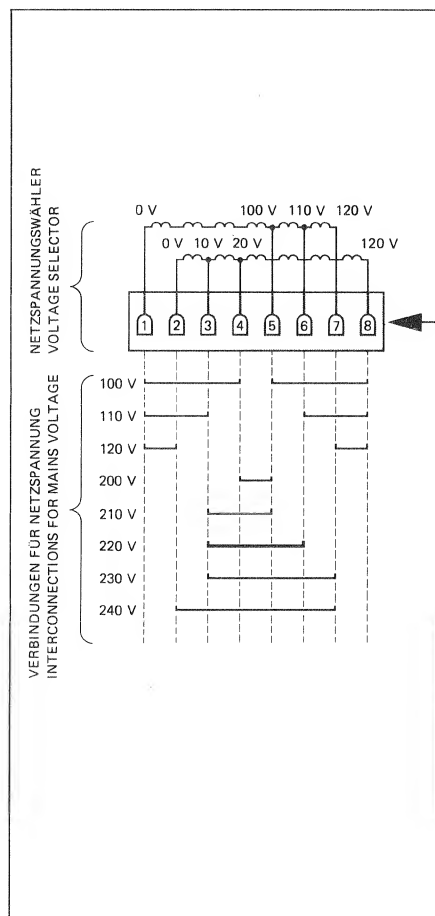

Fig.2.1
- Rückwand öffnen und Spannungswähler kontrollieren. -> Fig.2.1